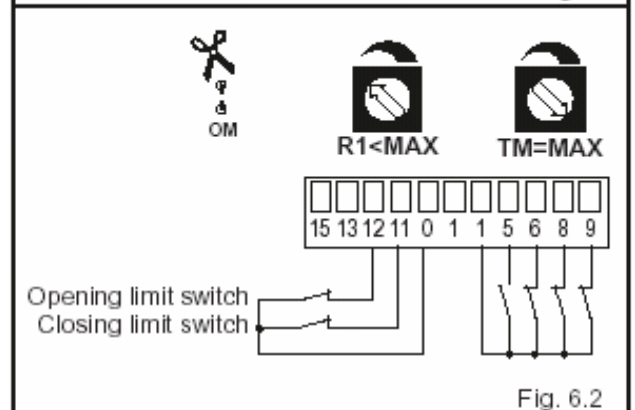

Fig. 6.2
- (rys.6.2) **Skrzydło zatrzymuje się na wyłącznikach krańcowych i zmienia kierunek ruchu po napotkaniu przeszkody.**